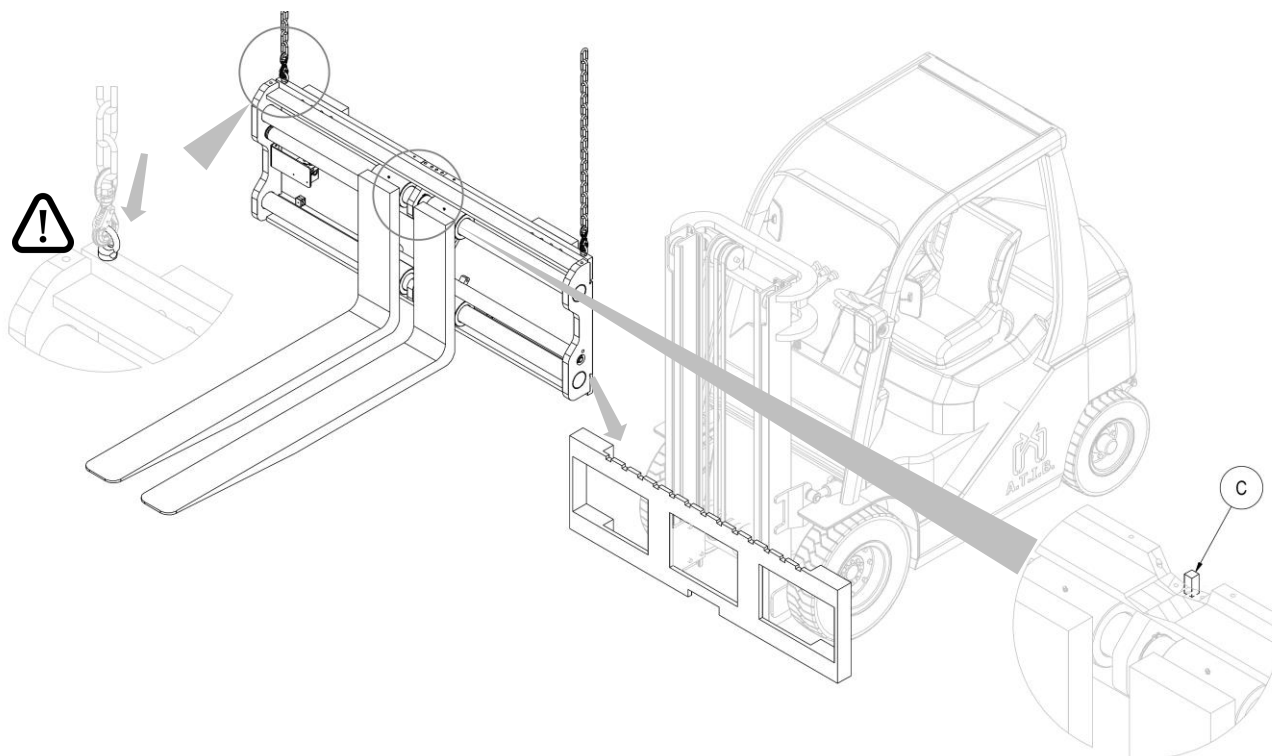

Figura 3
5. Para su manipulación, se deben utilizar cáncamos, que se deben atornillar en los espacios correspondientes (mira *Figura 3*).
6. Enganche el equipo desde el punto de agarre superior y con un puente grúa colóquelo en la placa porta horquillas, teniendo cuidado de encajar el diente de centrado **C** en la muesca central de la placa (mira *Figura 3*).